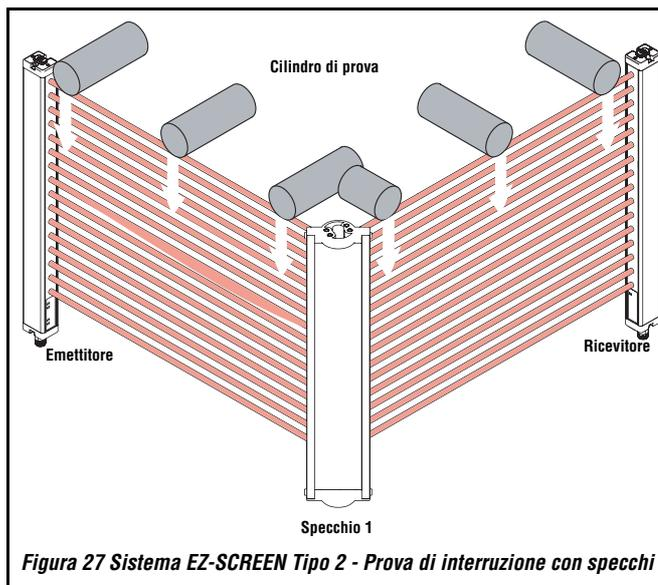

Figura 27 Sistema EZ-SCREEN Tipo 2 - Prova di interruzione con specchi
- 8) Effettuare un test della zona di rilevamento su ciascun tratto del percorso ottico (ad esempio, tra emettitore e specchio nonché tra specchio e ricevitore) (Figura 27 a pagina 44). □